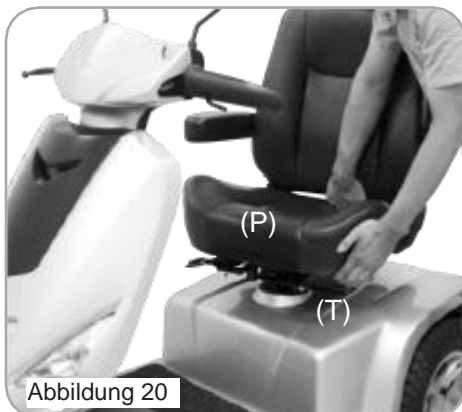

Abbildung 20
1. Entfernen Sie die hintere Abdeckung (Z) nach oben (Abbildung 20).